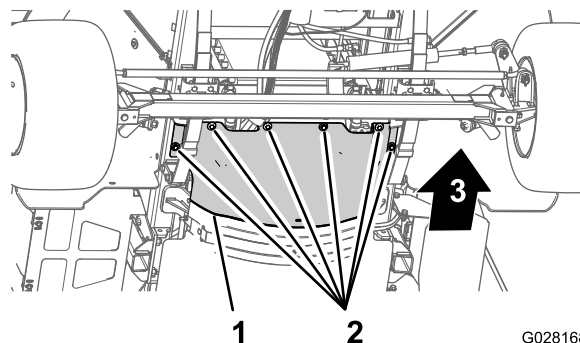

図 62
3. 前側防熱シールドをシャーシに固定しているソケットヘッドボルト6本とワッシャ6枚を外してシールドを取り外す 図 62。